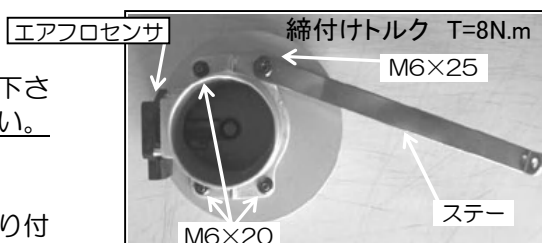

図4
- ①アダプター、エアフロアダプターを付属のボルトを使用して組み立てます。この時、付属のM4ビス、M4 スパースーを使用してエアフロセンサをエアフロアダプターに取り付けて下さい。(図4、5参照)※ステーの取り付け向きに注意してください。